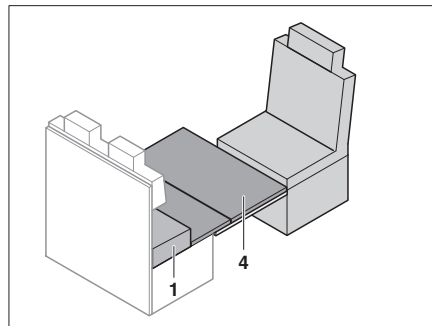

Fig. 194 Applicare la base del letto extra
- Collocare la base del letto extra (Fig. 194,4) sul tavolo. Appoggiare lo spigolo anteriore della base del letto extra direttamente al sedile del conducente.